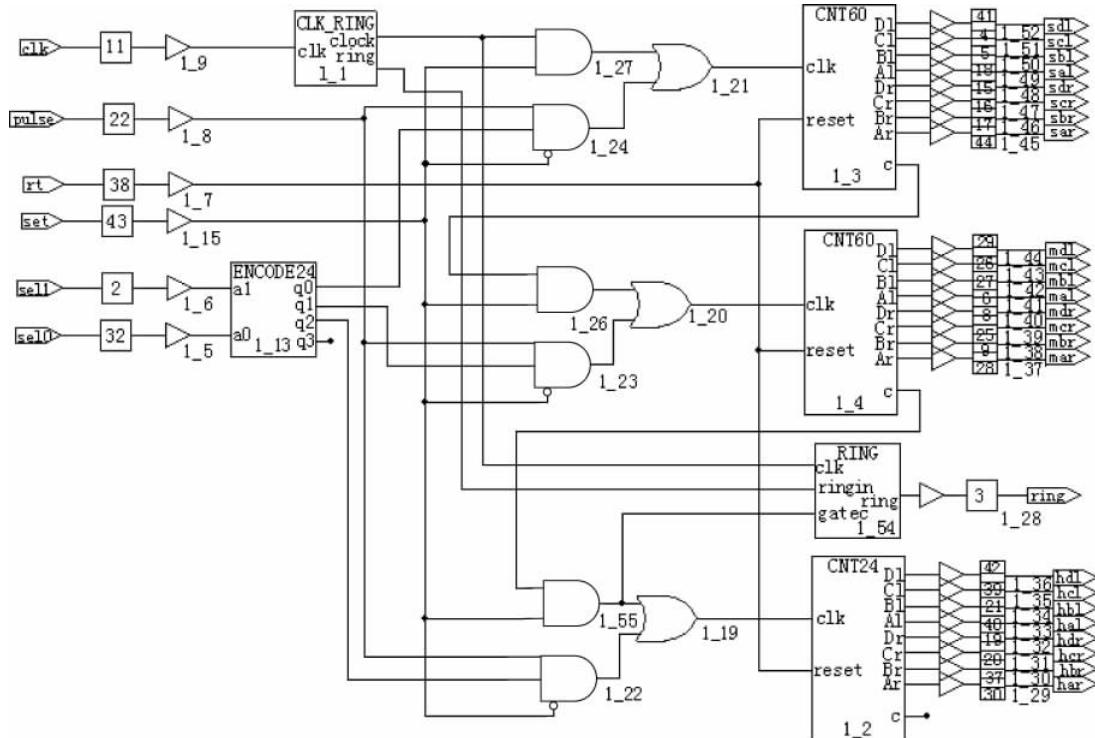

图 5.8.1 电子钟原理图
(5) 顶层模块 clock 的原理图如图 5.8.1 所示。
(6) 底层模块 clk-ring 的 ABEL 语言源文件